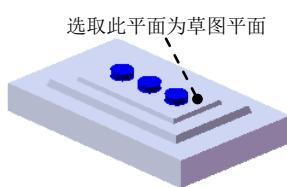
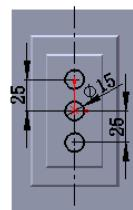

图 17.8.13 凸台一拉伸 4
图 17.8.14 横断面草图
Step7. 创建图 17.8.13 所示的零件基础特征——凸台—拉伸 4。选择下拉菜单 **插入(I)** → **凸台/基体(B)** → **拉伸(E)** … 命令；选取图 17.8.13 所示的面作为草图平面，绘制图 17.8.14 所示的横断面草图。采用系统默认的深度方向，在**方向1**区域的**深度(D)**下拉列表中选择**给定深度**选项，在**深度**文本框中输入深度值 5.0，并选中**合并结果(M)**复选框。